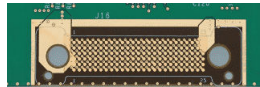
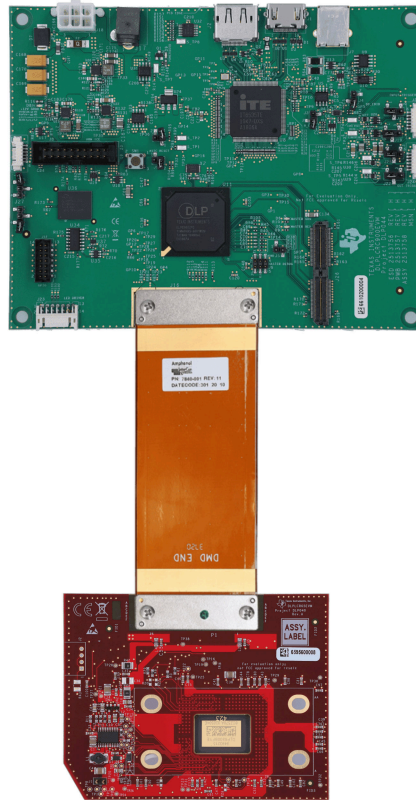

图 1-8. DLPLCR900EVM 柔性电缆焊盘
图 1-9. 装配 DLPLCR900EVM 与 DLPLCR65EVM
- 随 DMD EVM 提供的柔性电缆有一端标有 *DMD End*，键销按对角线排列，只能朝一个方向装入 DMD 板，防止连接到板的错误一侧。使用连接引脚将绝缘背板从柔性侧放置在 DMD 板的另一侧上，并小心拧紧螺钉。从一侧到另一侧交替拧紧螺钉，直至螺钉紧固，但勿过度拧紧（螺钉扭矩要求：6-8in-lb [0.7-0.9N·m]）。图 1-9 显示了正确装配到示例 DMD 电路板的柔性电缆 DMD 端。
- 柔性电缆的另一端连接到单路 DLPC900 控制器板。关键引脚横向对称排列，可以从控制器板的任意一侧插入。为了验证电缆是否连接到单 DLPC900 控制器板的正确一侧，请检查连接柔性引脚是否朝向焊盘，如图 1-8 所示。使用连接引脚将绝缘背板从柔性侧放置在控制器电路板的另一侧，并小心拧紧螺钉。从一侧到另一侧交替拧紧螺钉，直至螺钉紧固，但勿过度拧紧（螺钉扭矩要求：6-8 IN*LB [0.7-0.9 N*m]）。图 1-9 显示了正确装配到单路 DLPC900 控制器电路板的柔性电缆端。